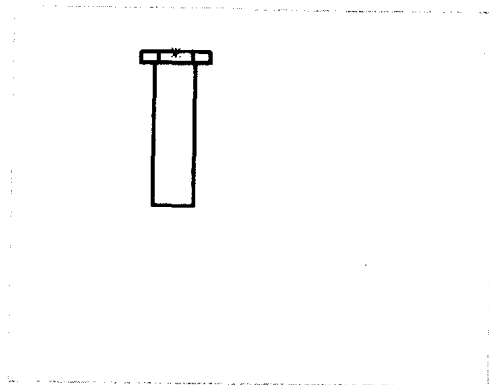

图 1-10 零件的主视图
(1) 生成螺栓零件的工程图。首先生成零件的主视图,如图 1-10 所示。